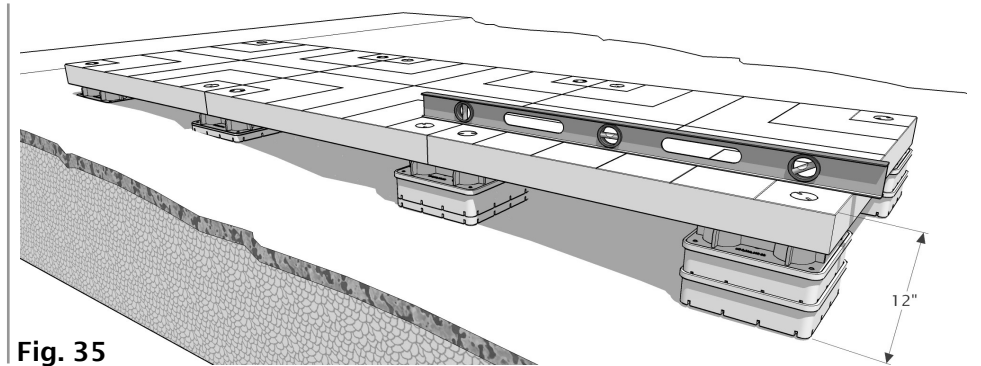

Fig. 35
- 16.** El terreno puede variar debido al lugar de la instalacion,por lo tanto, la planeacion cuidadosa y adecuada de la nivelacion del terreno para el sistema completo debera ser desarrollado por la persona que instala.La superficie para su UDECX Patio Portatil no debera exceder 12" de la base del piso o terreno. (Fig.35)